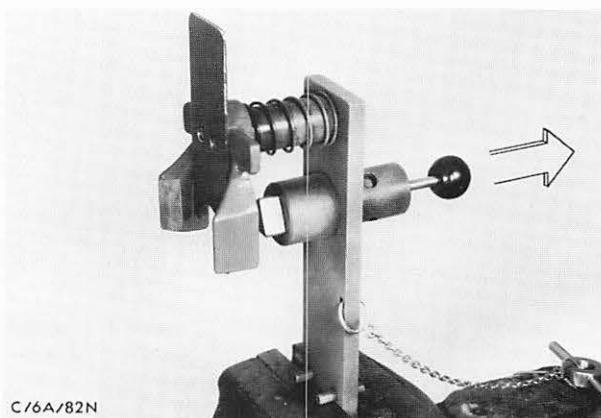

Abb. 310 Einbauvorrichtung – Kolbenbolzen 21-014
3. Spezialwerkzeug 21-014 in den Schraubstock spannen. Führungsbolzen ganz zurückziehen, Abb. 310.